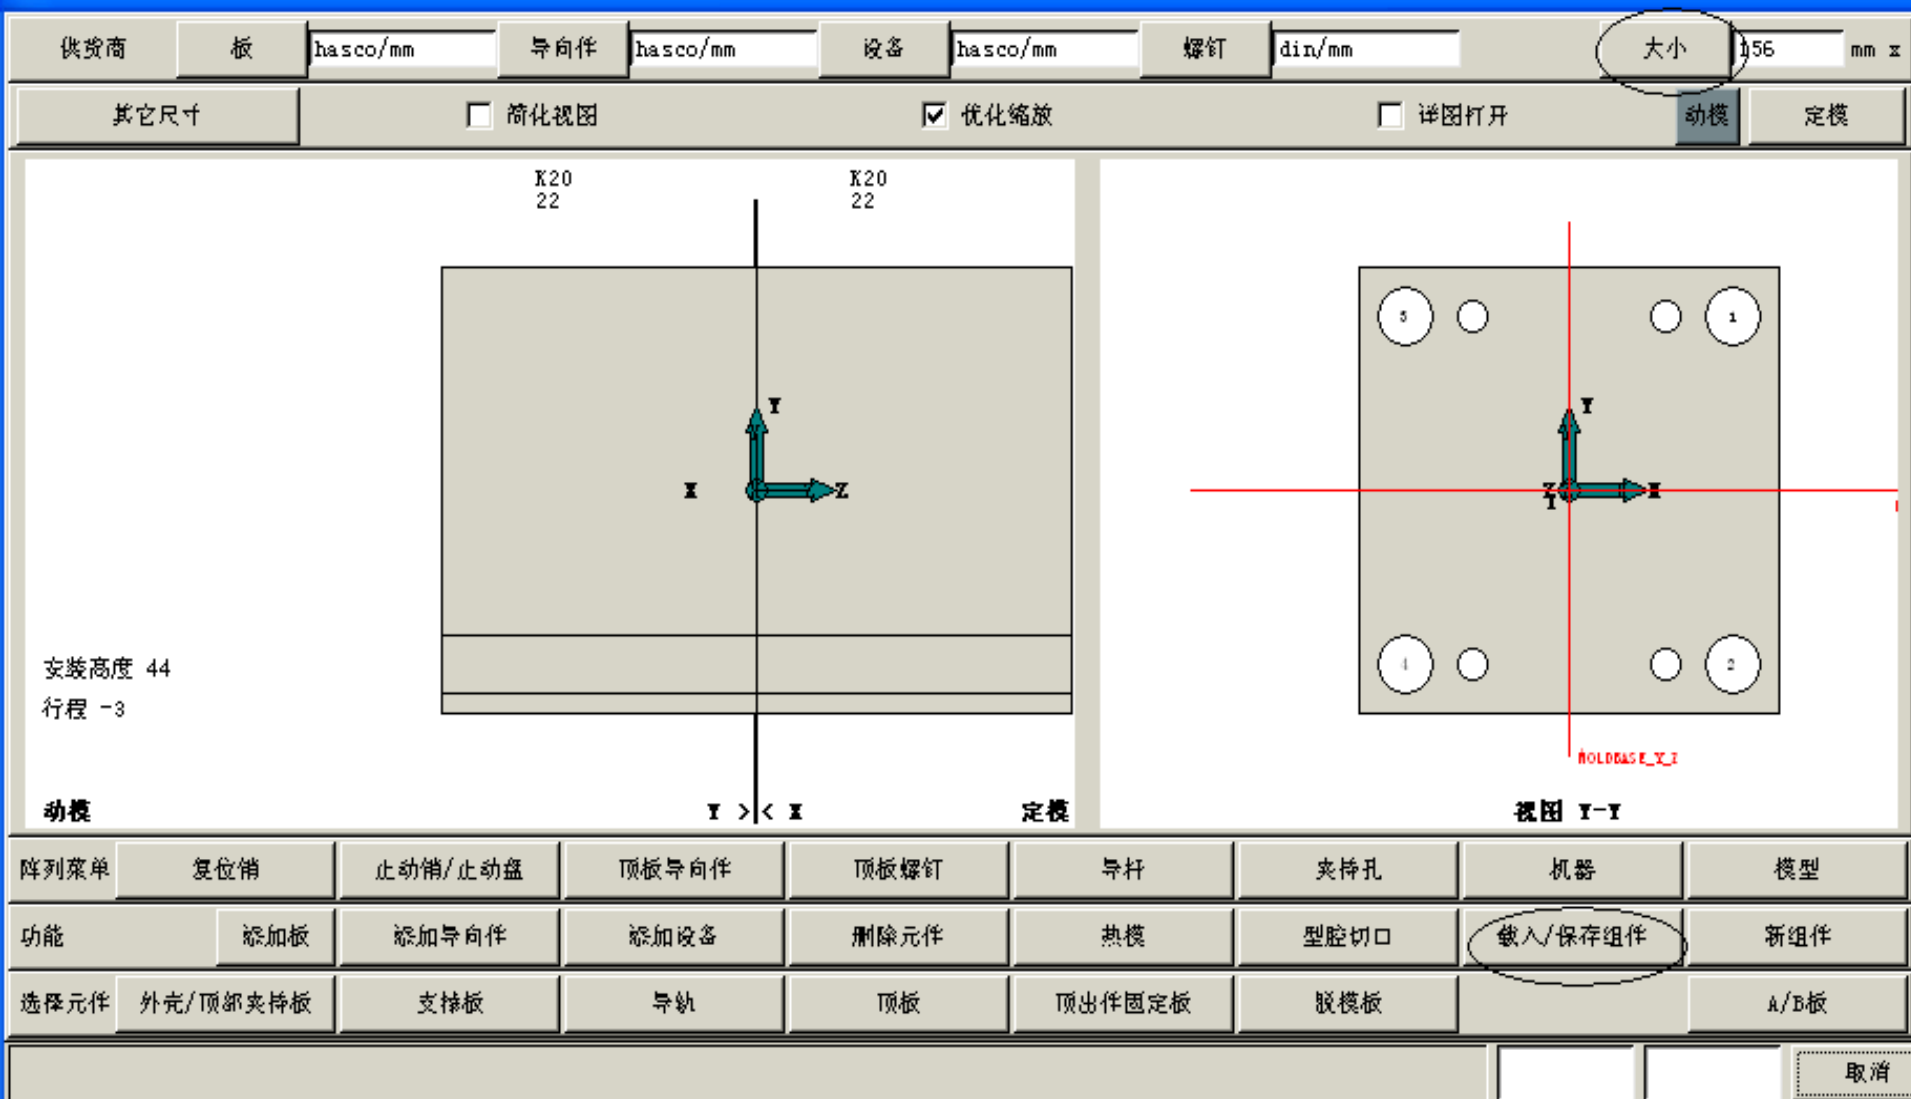
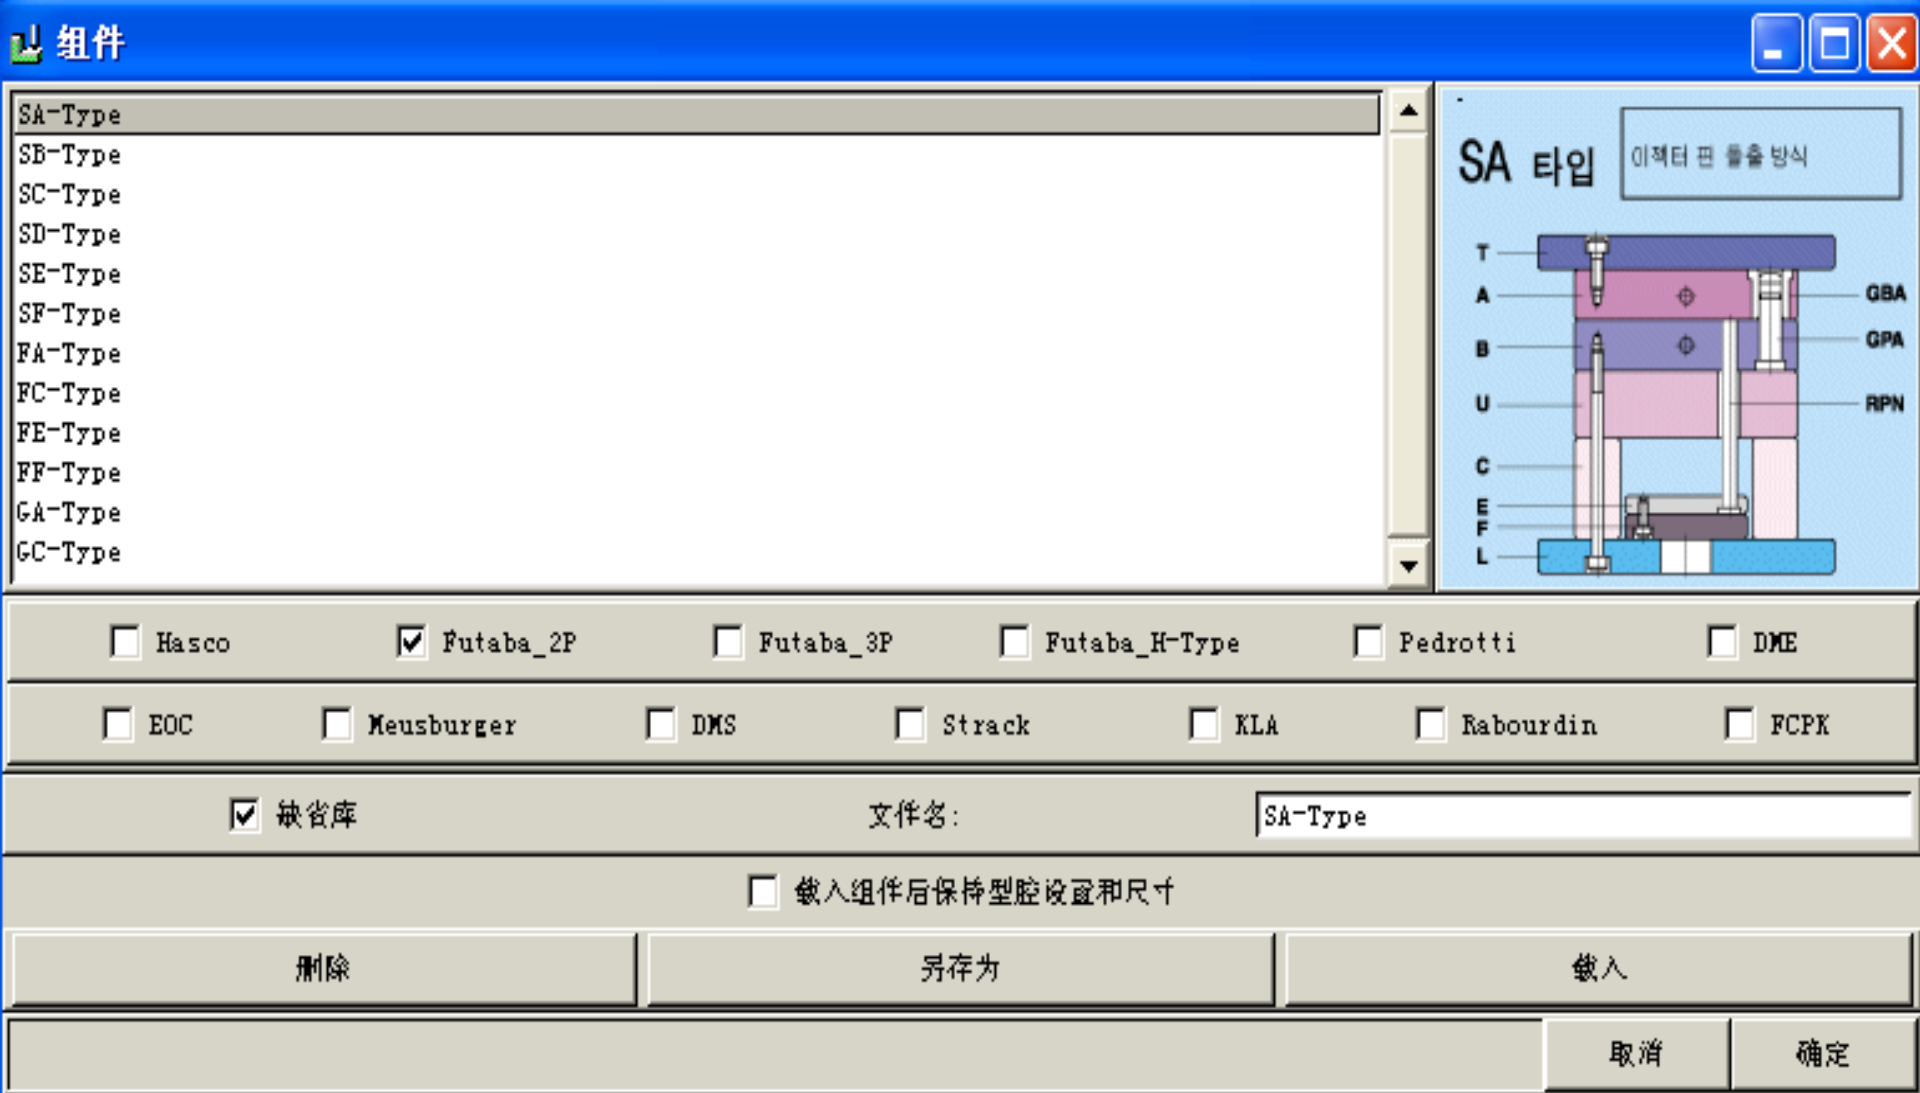

图14-7 【模具组件定义...】对话框
图14-8 【组件】对话框
(1) 单击【EMX 4.1/模具基体/组件定义】命令或  图标按钮，弹出【模具组件定义...】对话框，单击【载入/保存组件】按钮，如图14-7所示。弹出【组件】对话框，如图14-8所示。
(2) 标准模架的供应商选为**【Futaba_2P】**，模架的类型选择为**【SA_Type】**，单击**【载入】**按钮，再单击**【确定】**按钮，系统将载入标准模架，然后返回**【模具组件定义...】**对话框。
(3) 单击【模具组件定义...】对话框右上角的【大小】按钮，如图14-7所示，弹出【基体尺寸】对话框，如图14-9所示。定义宽度尺寸与长度尺寸均为800，单击【确定】按钮。基体尺寸设定完成后的【模具组件定义...】对话框如图14-10所示。
(4) 在图14-7中，用鼠标左键直接双击定模板，弹出【A/B板-板参数】对话框，如图14-11所示。